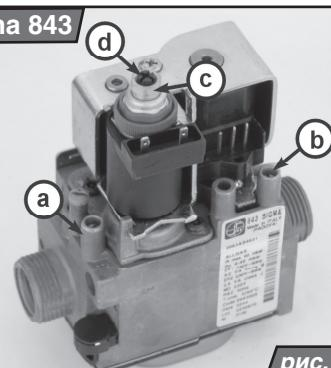

рис. 3
11. На гайку модулятора (рис. 3 / с) газового клапана установите ключ № 10 и поворотом влево или вправо настройте максимальную мощность котла.
12. Переключите котел на пониженную мощность (один факел). Осторожным поворотом пластмассового винта на модуляторе газового клапана (рис. 3 / d), с помощью крестовой отвертки, отрегулируем пониженную мощность.